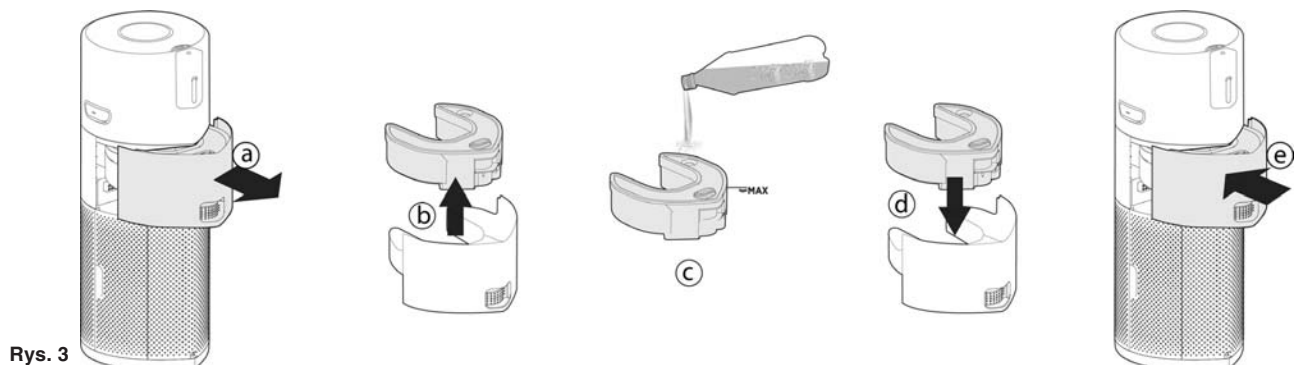

Rys. 2
2. Wkładanie butelki z dyfuzorem [Rys. 2]